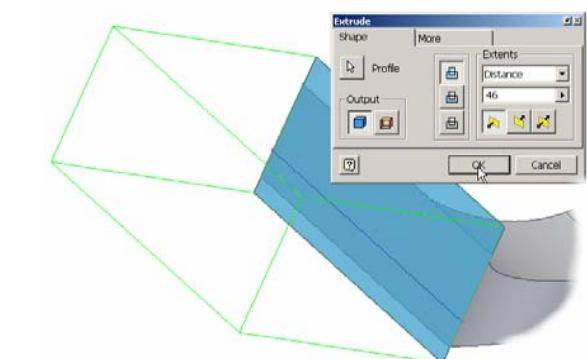

Figura 2.14.13.
- din lista **Extents** - opțiunea **Distance** - distanță de extrudare **46**, figura 2.14.13.